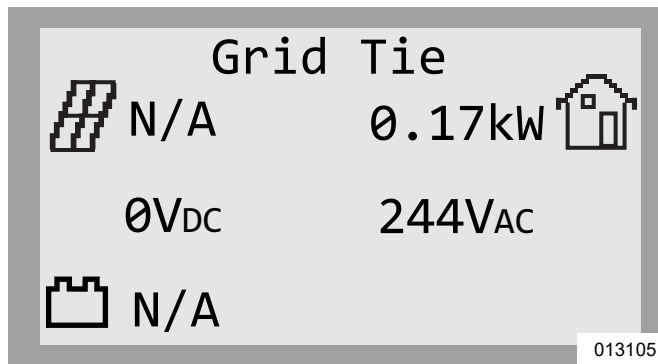

Figura 6-2. Encendido del inversor
Consulte la Figura 6-2. En el encendido, aparecerá la pantalla de inicio en el LCD del panel de control con el modo de sistema indicado en la parte superior de la pantalla de inicio.
1. Consulte la Figura 6-2. Mientras ve la pantalla de inicio, presione el botón central.